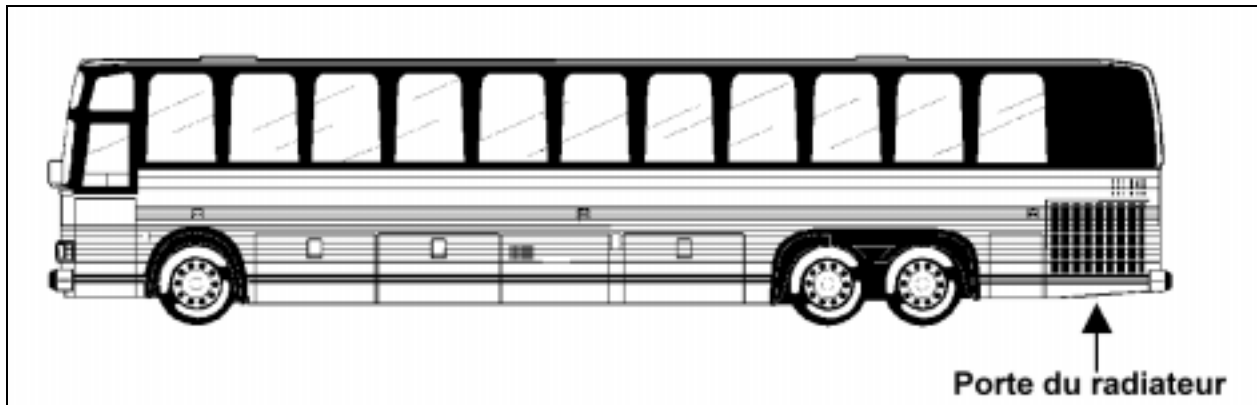

FIGURE 1 : EXTÉRIEUR DU VÉHICULE (TYPIQUE)
1. Ouvrir la porte du radiateur (Fig. 1);